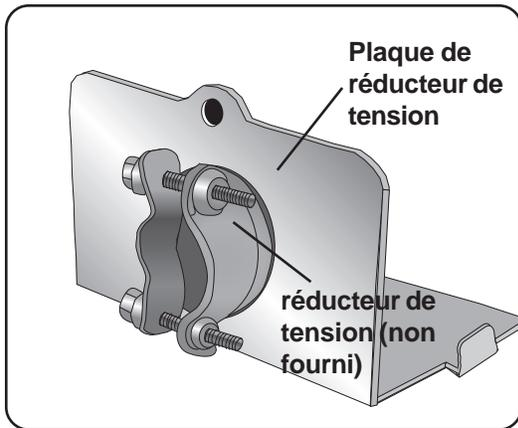

Figure 28
- 1 Retirer la plaque de réducteur de tension et installer un réducteur de tension (non fourni) sur l'ouverture de la plaque de réducteur de tension. **REMARQUE** : Orienter le réducteur de tension comme à la **figure 28**.